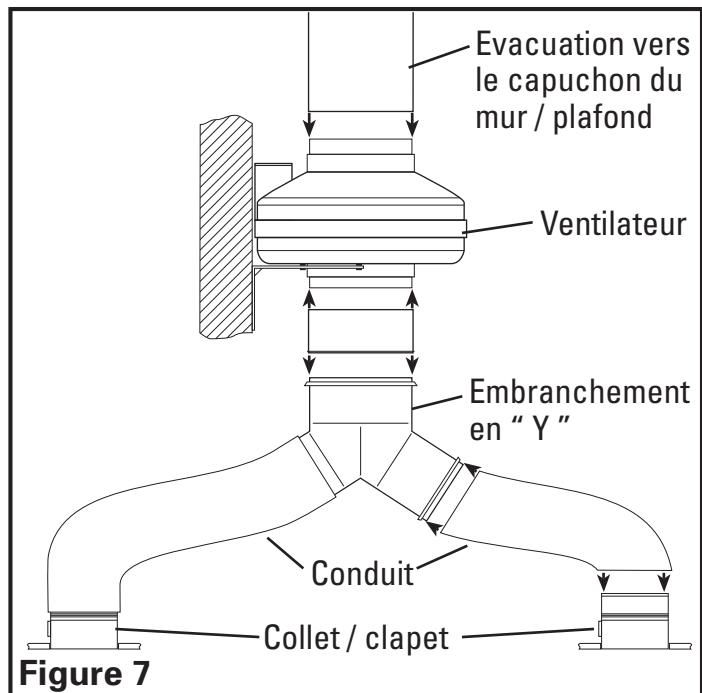

Figure 7
- Raccordez une extrémité du conduit (non inclus) au collet / clapet au niveau de la pièce et l'autre extrémité à l'embranchement en "Y". Fixez les deux extrémités en place en utilisant du ruban ou un serre-joint afin de créer un joint aussi étanche que possible. Répétez cette étape pour le châssis de la grille de l'autre pièce (**Figure 7**).
- Raccordez une extrémité du conduit à la partie supérieure de l'embranchement en "Y" et l'autre extrémité à la prise d'entrée du ventilateur (**Figure 7**).
- Raccordez une extrémité du conduit à l'évacuation du ventilateur et l'autre extrémité à un capuchon de mur ou de plafond (**Figure 7**). Toujours canaliser le ventilateur vers l'extérieur par le biais d'un capuchon de mur ou de plafond.